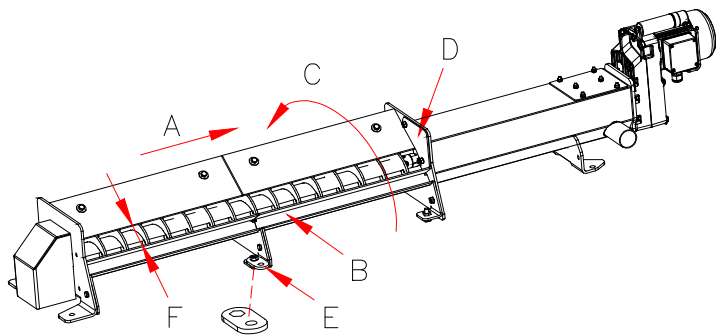

Fig.:1
L'auge doit être alignée à l'aide des pattes de fixation (E) Fig. 1 et vissée directement au sol droite, sans affaissement ni surélévation.